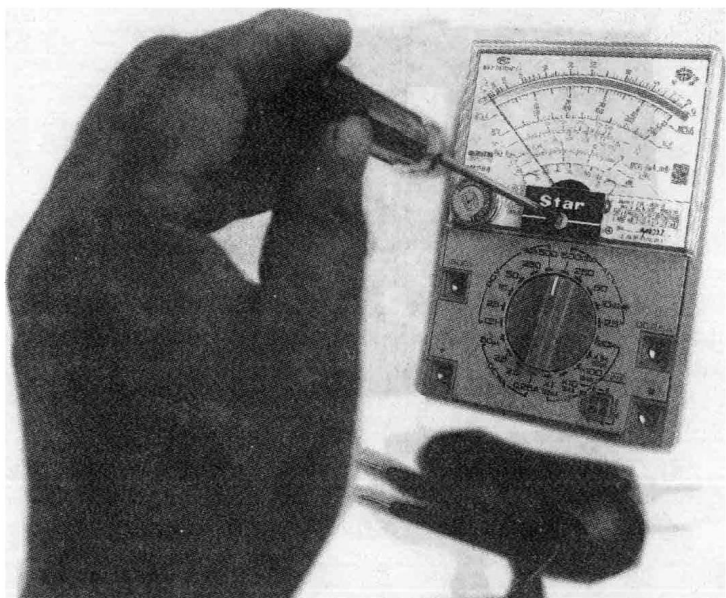

图 1-5 万用表指针调零
(1) 按表盘标注的放置方式符号放置万用表。
(2) 万用表使用前要认真核对指针是否指在刻度左端的零点, 如果偏离, 可用小号一字螺钉旋具 (俗称螺丝刀、改锥) 调节表盘罩下中部的机械调零螺钉, 如图 1-5 所示。
(3) 新购置的万用表使用前应打开电池盒盖, 正确地装好电池,